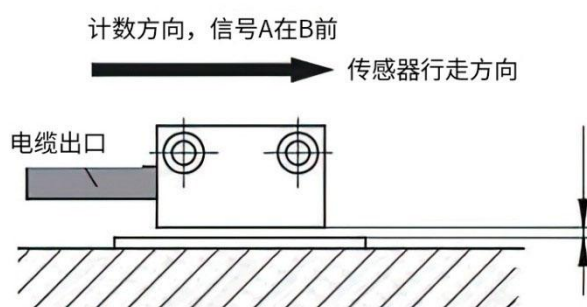
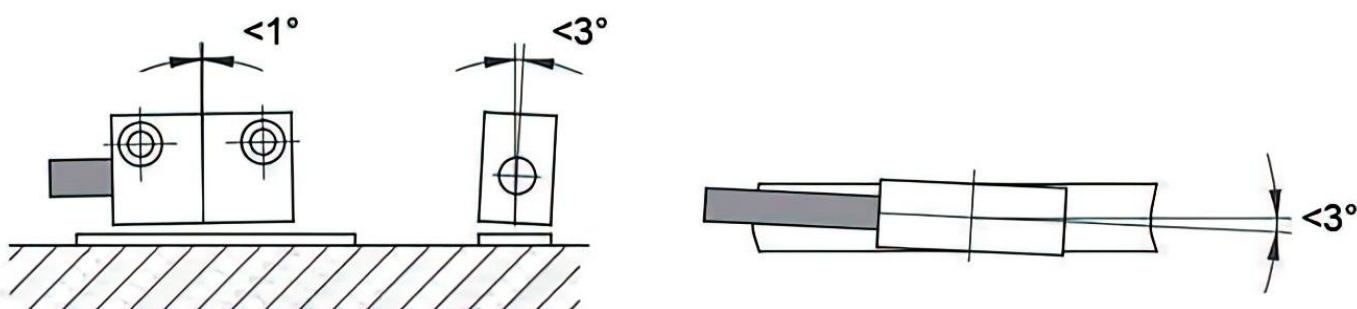

图 2-6 计数方向定义/安装
图 2-7 最大偏差
- **读数头必须与计数方向对齐** (见图 2-6), 如果计数方向会随跟踪电子装置 (例如磁显示装置) 而改变, 则可以忽略。
- 安装磁栅尺读数头时, 要确保磁条和读数头之间的间隙, 应确保整个测量长度方向的最大偏差(见图 2-7)
- ◆ 观察在总行程距离中磁栅尺读数头和磁条之间的间隙是否超过容忍距离或读数头是否与磁条接触（见图 2-6、图 2-7）。